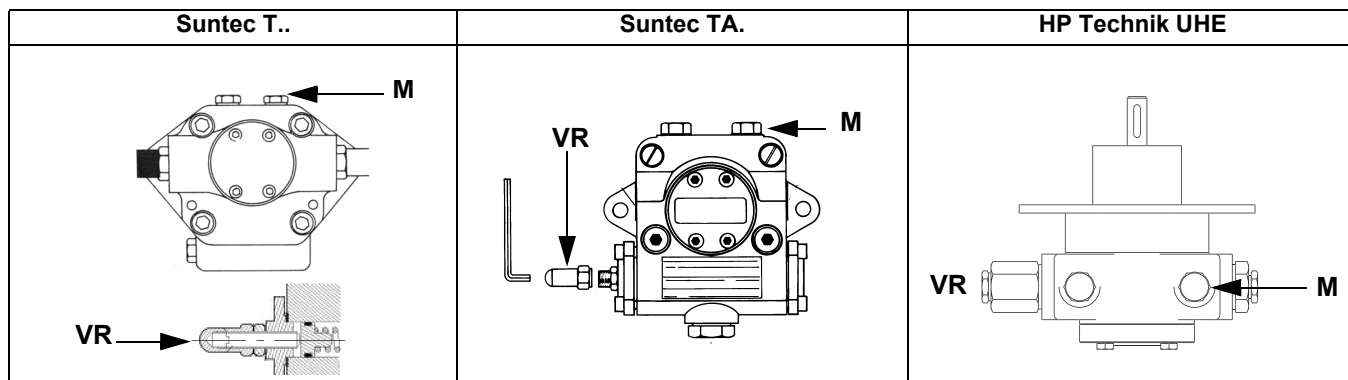

Рис. 14
- 5 Давление питания форсунки уже отрегулировано заранее на заводе-изготовителе и не должно изменяться. Только в случае необходимости, отрегулировать давление питания (см. соответствующий параграф) следующим образом: установить манометр в положение, указанное на Рис. 13, воздействовать на регулировочный винт **VR** насоса (см. Рис. 14) до получения на форсунке давления в 20бар (форсунки Monarch или форсунки Bergonzo - см. на стр.33-34);